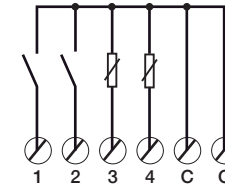

Fig. 2
1) Connect at least the KNX bus to the connecting terminal (A). The connection of the mains supply to L and N (C) is optional and necessary if the switching channels are going to be used and it is desired to control the zero crossing of the supply. It takes 25 seconds to the green power LED to switch-on when supplying the KNX bus.
- Fig. 2: Connection of Binary or Analog inputs (ST KNT 001 or ST KNT 002).
1) Conecte, al menos, el Bus KNX al terminal de conexión (A). La conexión de la alimentación de red a L y N (C) es opcional y necesaria si se van a utilizar los canales de conmutación y se desea controlar el paso por cero de la alimentación. Tardará 25 segundos en encenderse el LED verde de Power, y estar operativo el Actuador, al alimentar el bus KNX.
- Fig. 2: Conexión de entradas Binarias o Análogicas (ST KNT 001 ó ST KNT 002).